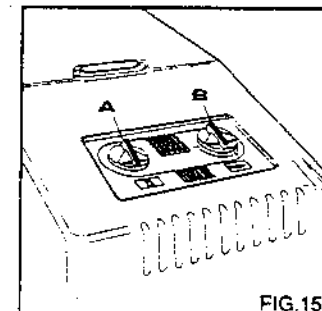

FIG. 15
- 2) Den Hochdruckreiniger starten, indem der Zündschalter auf "1" gedreht wird (Abb. 15 A).
- 3) Durch Drehen des Zündschalters auf "0" wird der Hochdruckreiniger gestoppt (Abb. 15 A).
- 6) Für eine Reinigung mit warmen Wasser, den Temperaturregler (Abb. 15 B)
- 1) Durch Drehen des Temperaturreglers auf "OFF" (Abb. 15 B) wird der Brenner abgestellt.
- 3) Durch Drehen des Zündschalters auf "0", wird der Hochdruckreiniger gestoppt (Abb. 15 A).